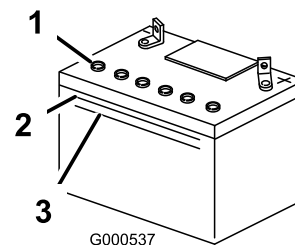

Bild 42
1. Sehen Sie sich die Seite der Batterie an. Der Füllstand muss bis zur **oberen** Linie reichen (Bild 42). Der Säurestand darf nicht unter die untere Linie fallen (Bild 42).
- Entfernen Sie die Entlüftungsdeckel von der Batterie (Bild 42).
- Gießen Sie langsam destilliertes Wasser in jede Batteriezelle, bis der Säurestand die obere Linie (Bild 42) am Batteriegehäuse erreicht.
- Warten Sie nach dem Füllen der Batteriezellen fünf bis zehn Minuten. Gießen Sie bei Bedarf destilliertes Wasser in jede Batteriezelle, bis der Säurestand die obere Linie (Bild 42) am Batteriegehäuse erreicht.